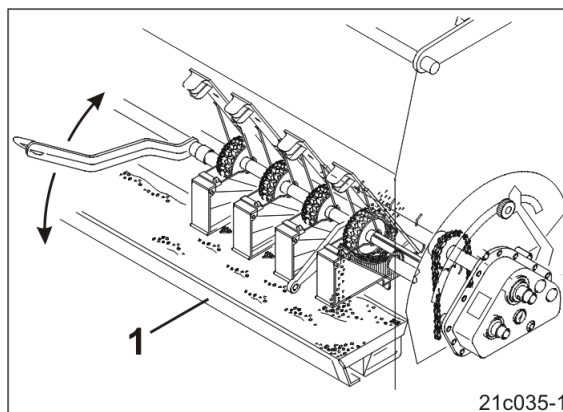

Fig. 83
14. Drej såmaskinens hjul, indstil der falder såsæd ned i prøveudtagningsbeholderne (Fig. 83/1) fra alle såhusene.